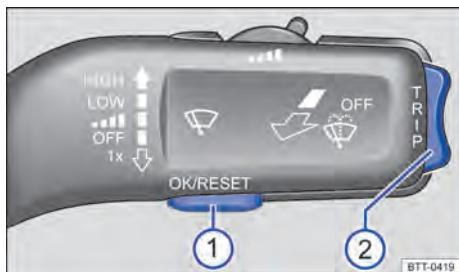
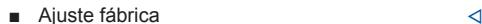

Fig. 16 Veículos sem volante multifunções: botão ① na alavanca dos limpadores do para-brisa para confirmar itens de menu e chave ② para trocar os menus.
Fig. 17 Lado direito do volante multifunções: botões para comandar os menus do instrumento combinado.
Em veículos com volante multifunções, ⇒ Fig. 17 os botões da alavanca dos limpadores do para-brisa não existem ⇒ Fig. 16. Assim, o sistema de informações Volkswagen é comandado exclusivamente por meio dos botões do volante multifunções.
Enquanto uma mensagem de advertência de prioridade 1 ⇒ Página 18 estiver sendo exibida, não será possível acessar os menus. Algumas mensagens de advertência podem ser confirmadas com o botão ① da alavanca dos limpadores do para-brisa ou com o botão  do volante multifunções ⇒ Fig. 17.
- Caso uma mensagem ou o pictograma de veículo sejam exibidos, pressionar o botão ⇒ Fig. 16 ① da alavanca dos limpadores do para-brisa ou o botão  do volante multifunções ⇒ Fig. 17.
- *No comando com a alavanca dos limpadores do para-brisa:* para listar o menu principal ⇒ Página 27 ou para retornar de outro menu para o menu principal, manter a chave ⇒ Fig. 16 ② pressionada.
- *No comando com o volante multifunções:* o menu principal não é listado. Para navegar entre os itens do menu principal, pressionar o botão  ou  repetidamente ⇒ Fig. 17.
- *Veículos sem volante multifunções*: pressionar a chave  na alavanca dos limpadores do para-brisa ⇒ Fig. 16.
- *Veículos com volante multifunções*: pressionar o botão  ou  ⇒ Fig. 17.
Com a ignição ligada e a memória 1 ou 2 exibida, pressionar o botão  ⇒ Fig. 16 da alavanca dos limpadores do para-brisa ou o botão  ⇒ Fig. 17 do volante multifunções para alternar entre as duas memórias.